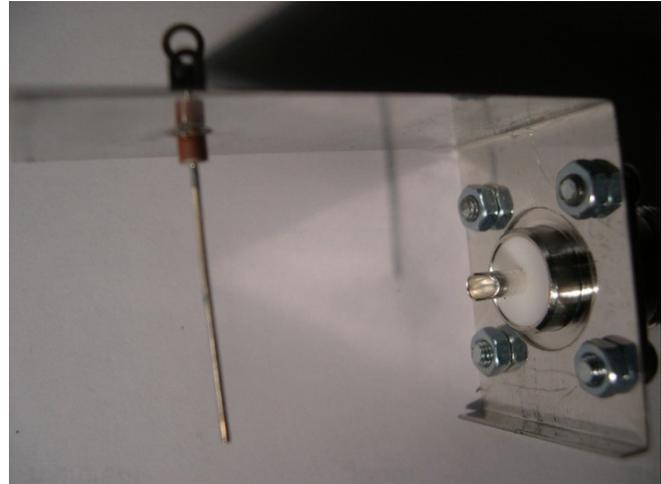

Figure 9 Mise en place des SMA et des embases N
- 3- Insérer une embase SMA femelle en lieu et place du condensateur de traversée sur la Figure 9 Mise en place des SMA et des embases N, souder une SMA sur chaque côté.